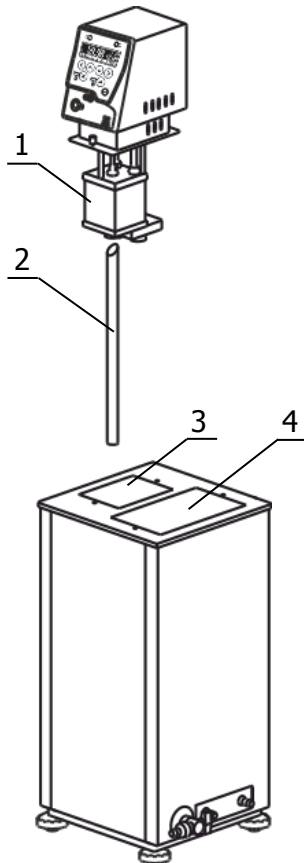

Рисунок 4 — Установка блока регулирования
2.2.3 Вставить выходную трубку 2 (рисунок 4) косым срезом до упора в резервуар 1 и зафиксировать винтом.
Причина отсутствия перемешивания — неправильная работа насоса, вызванная воздушной пробкой, образовавшейся в резервуаре 1 (рисунок 4). Для ее устранения необходимо: